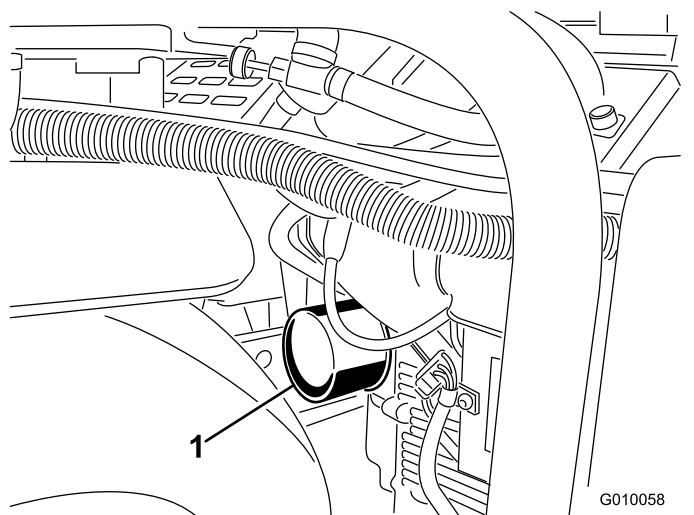
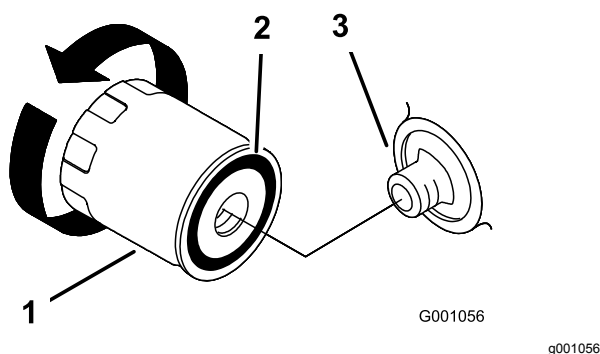

図 48
図 49
5. オイルを受けられるように、フィルタの下に浅い容器を置く 図 48。
6. オイルフィルタ 図 48と 図 49を外し、フィルタのアダプタガスケットの表面をきれいに拭く。